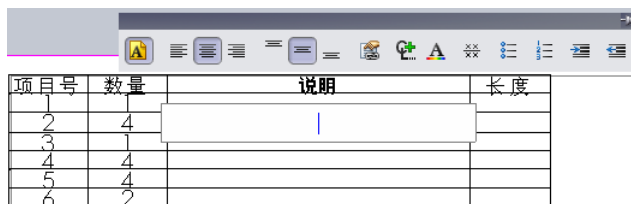

图 14-19 添加文字注释
(5) 双击“切割清单”表格的注释部分表格，弹出内容输入框，输入要添加的注释，如图 14-19 所示。